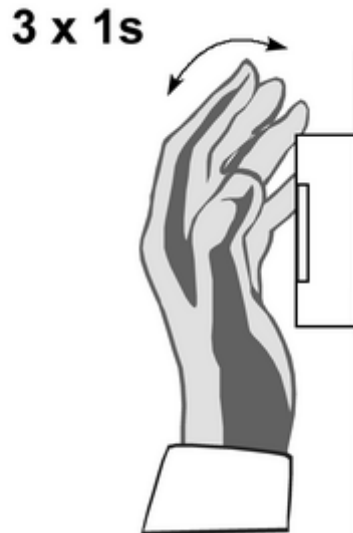

Figure 6: Activer la fonction d'apprentissage
- Activer la fonction d'apprentissage : recouvrir intégralement le détecteur de mouvement trois fois en 9 secondes (figure 6).